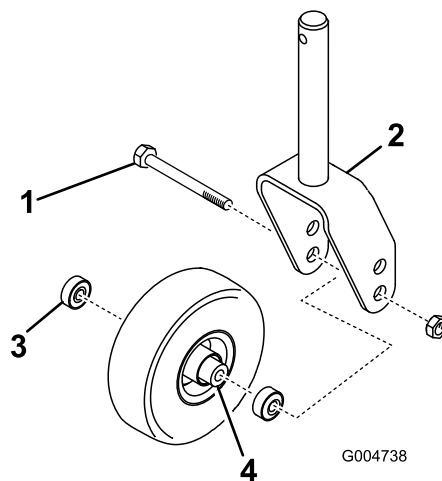

Figura 136
1. Retire la contratuerca del perno que sujeta el conjunto de la rueda giratoria entre la horquilla o el brazo de pivote (Figura 136).
2. Sujete la rueda giratoria y retire el perno de la horquilla o del brazo de pivote (Figura 136).
3. Retire el cojinete de la rueda y deje que se caiga el suplemento del cojinete (Figura 136).
4. Retire el cojinete del otro lado de la rueda (Figura 136).